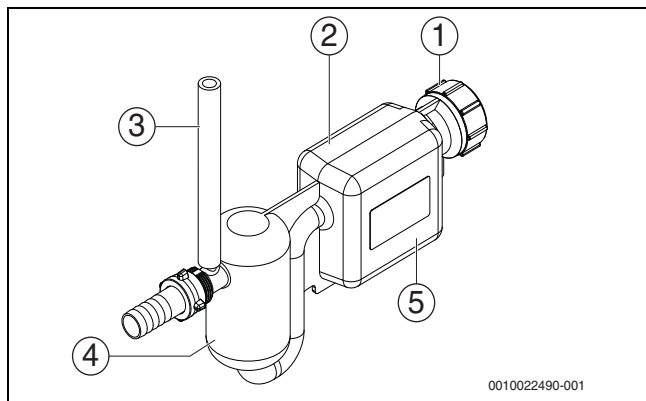
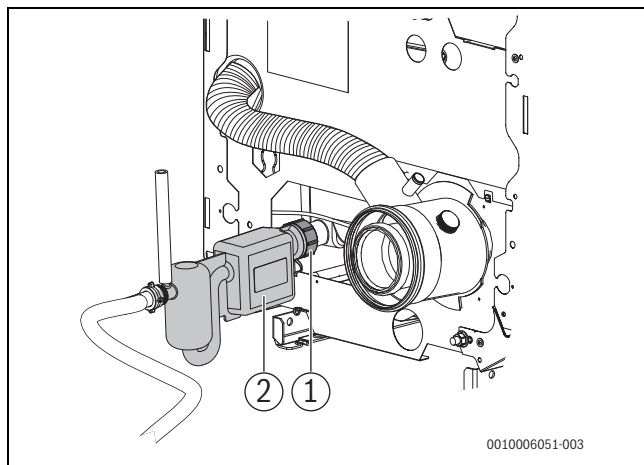

Bild 67 Siphon, Version 2
Bild 68 Kondensatwanne reinigen; dargestellt mit Siphon Version 2
- ▶ Verschraubung am Anschlussstutzen der Kondensatwanne [1] lösen und Siphon [2] abnehmen (→ Bild 68).
- ▶ Siphon (→ Bild 67; Ausgleichsvolumenbehälter [4] und Schmutzauffangbehälter [5]) mit Wasser befüllen.
- ▶ Siphon (→ Bild 67) an den Anschlussstutzen der Kondensatwanne (→ Bild 68) schrauben.
- ▶ Über den Entlüftungsschlauch (→ Bild 67, [3]) Wasser nachfüllen und dabei sicherstellen, dass der Siphon vollständig mit Wasser gefüllt ist.